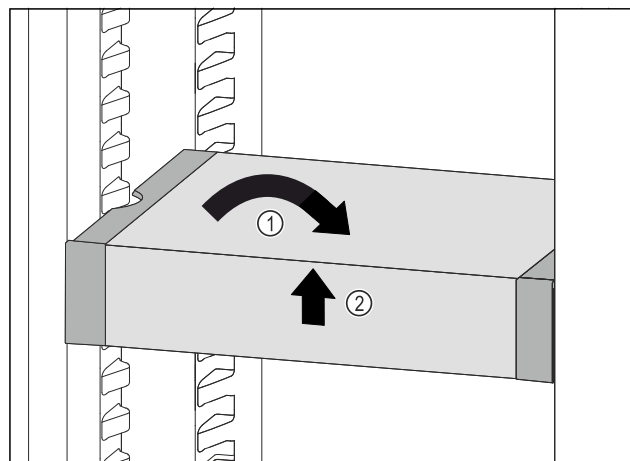

Fig. 57
- ▶ Seadke VarioSafe otseks. Fig. 57 (1)
- ▶ Tõstke VarioSafe eest üles. Fig. 57 (2)